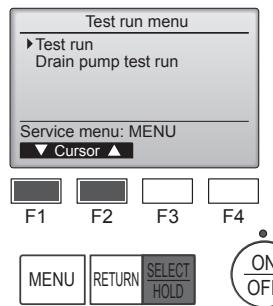

Fig. 7-2
- Dans le Menu test de fonctionnement, sélectionnez "Test run" (Test fonctions) puis appuyez sur la touche [SELECT/HOLD]. (Fig. 7-2)